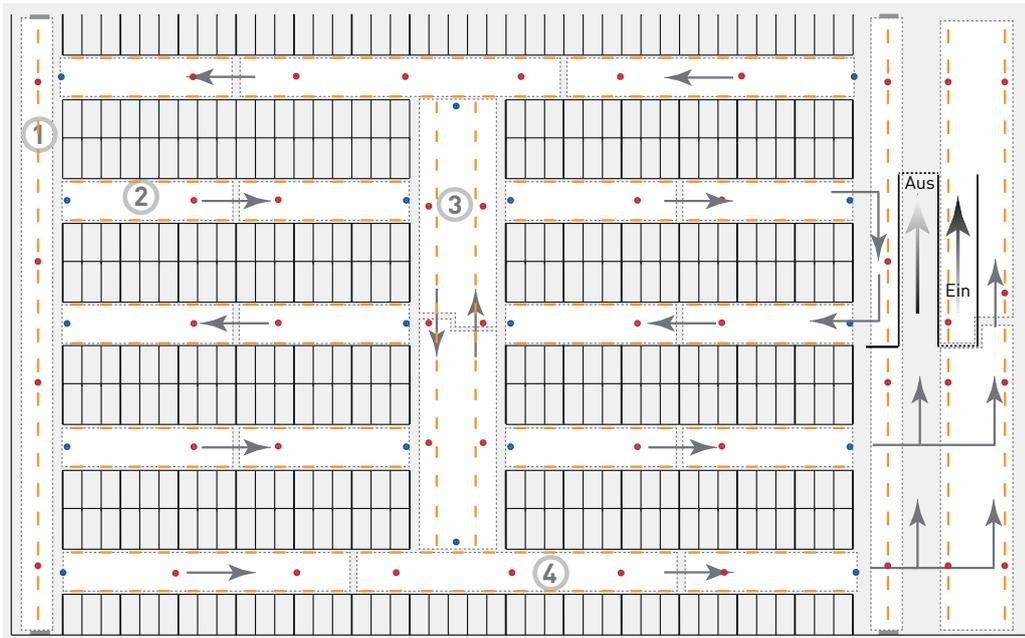

Figure 6:
Die Parkbox-Bereiche (siehe Abbildung 6, Bereiche 1 und 3) und Querwege (Abbildung 6, Bereiche 3 und 4) werden in
- 20 Funkteilnehmer und 32 DALI-Teilnehmer (siehe Abbildung 6)